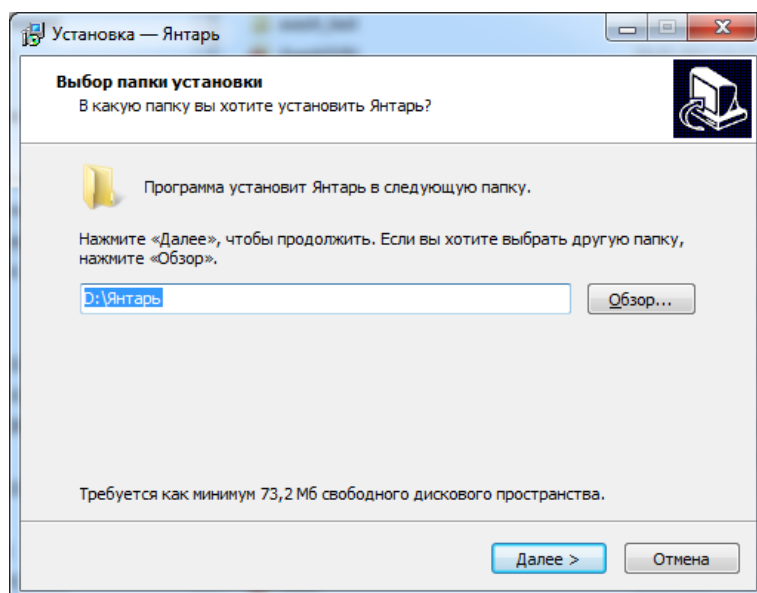

Рисунок 15.8
2. Выбрать папку для установки (Рисунок 15.8)